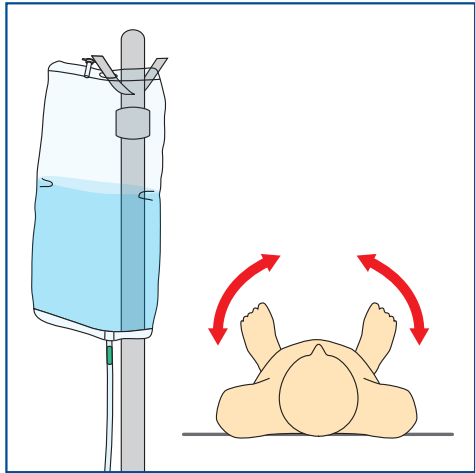

図 1
- ツインバッグシステム操作手順に従い透析液バッグから排液止め具 (白) までのプライミング操作後、**仰臥位にて残りの透析液を 400mL/2 分の速度で注液し、400、800、1,200、1,600 および 2,000mL の注液ごとに体を左右にゆする (図 1)。**